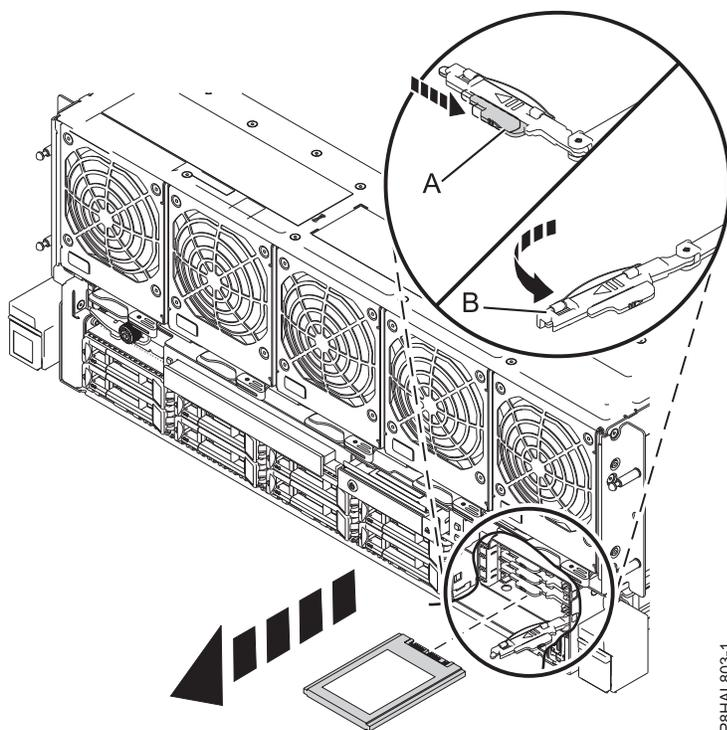

Figure 18. Retrait d'une unité SSD d'un système à 8408-44E ou 8408-E8E
9. Déverrouillez la poignée de l'unité (B) en poussant le loquet de la poignée (A) dans la direction indiquée et en tirant la poignée de l'unité (B) vers vous, comme indiqué à la figure 18. Si la poignée n'est pas complètement sortie, vous ne pouvez pas retirer l'unité SSD du système.